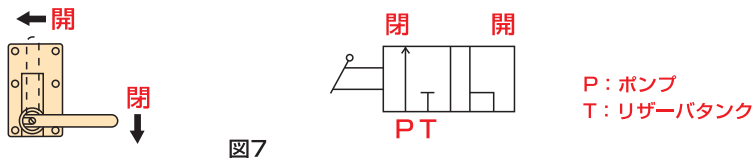

図7
1. バルブハンドルを図7に示す**閉**の位置に切換えると吐出側になります。
3. バルブハンドルを図7に示す**開**の位置に切換えると、オイルがリザーバに戻ります。